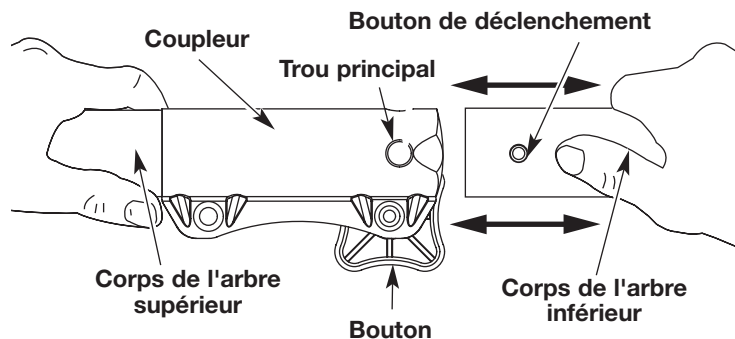

Fig. 2
3. Tenez fermement l'accessoire et enfoncez-le tout droit dans le coupleur (fig. 2).
MISE EN GARDE : verrouillez le bouton de déclenchement dans le trou principal (fig. 2) et vissez bien le bouton avant de faire marcher l'appareil.
3. Tenez fermement le corps de l'arbre supérieur et retirez l'accessoire d'élagage du coupleur (fig. 2).